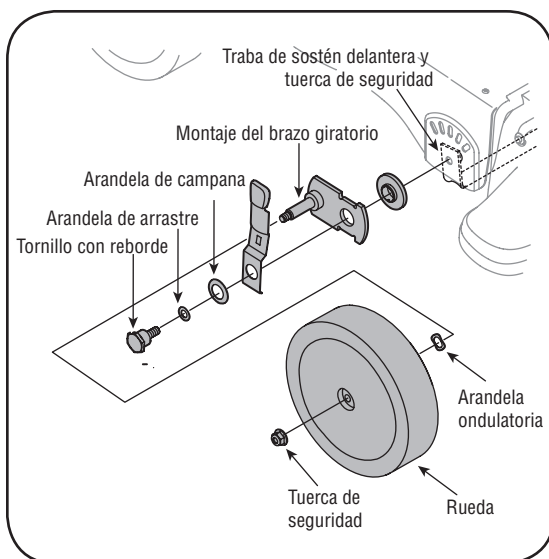

Figura 5-4
4. Saque las tuercas de seguridad de brida, las ruedas delanteras y las arandelas ondulatorias que van unidas a los montajes del brazo giratorio. Vea la figura 5-4.